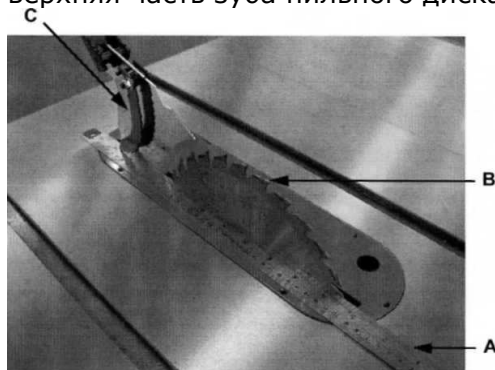

рис. 13
2. Поместите линейку (см. рис. 13) на столе, так чтобы край упирался в пильный диск (В, рис 13) и расклинивающий нож (С, рис. 13). Поверните пильный диск так, чтобы верхняя часть зуба пильного диска касалась линейки.